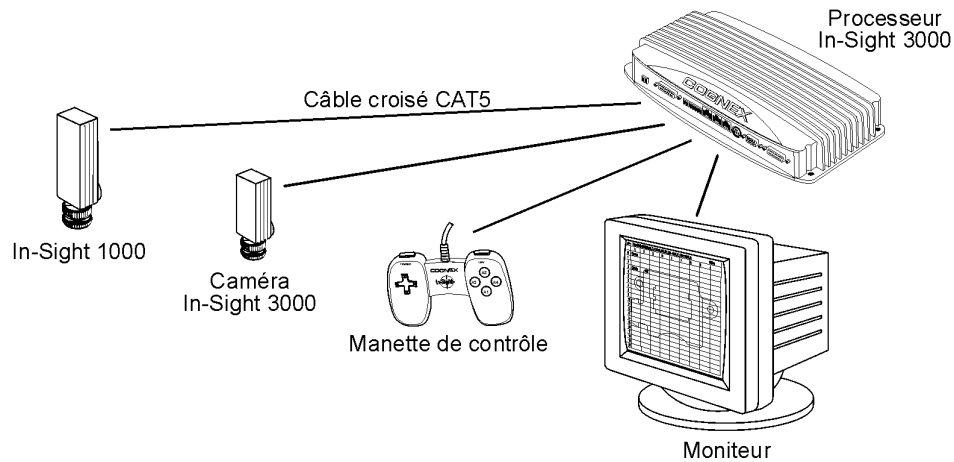

Figure 2. Réseau In-Sight 3000 – In-Sight 1000
Vous pouvez créer un réseau In-Sight 3000 autonome en utilisant un câble croisé CAT5 pour une connexion à un autre In-Sight 3000, à un capteur In-Sight 1000 ou à un ordinateur équipé du logiciel In-Sight PC Host. La figure 2 montre un processeur In-Sight 3000, connecté directement à un In-Sight 1000 par un câble croisé CAT5.
La configuration de réseau autonome représentée en figure 2 utilise un écran et une manette de commande pour configurer les applications et surveiller le fonctionnement.
La connexion d'un ordinateur (PC) équipé du logiciel In-Sight PC Host par un câble croisé CAT5 (au lieu de l'In-Sight 1000 de la figure 2) permet un stockage non limité de projets, d'images et de données. Etant donné que les utilisateurs peuvent configurer les applications et surveiller le fonctionnement par l'ordinateur équipé du logiciel In-Sight PC Host, l'écran et la manette de commande sur l'In-Sight sont facultatifs.